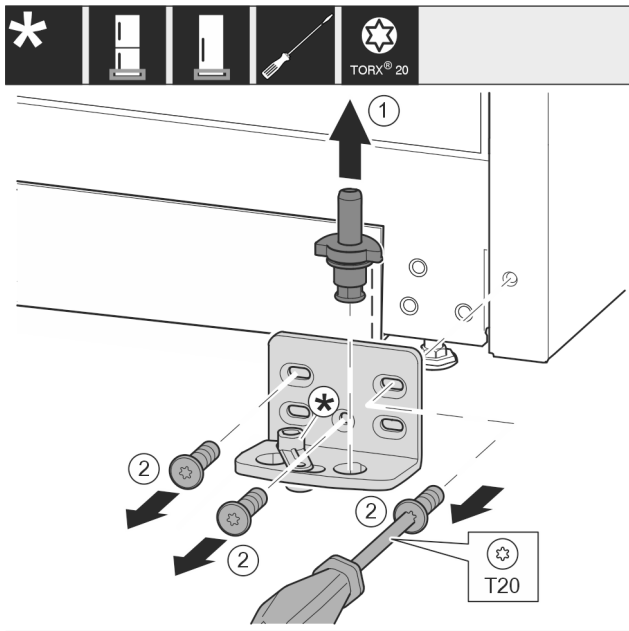

Fig. 13
- ▶ Sortir complètement l'axe de palier par le haut. Fig. 13 (1)
- ▶ Desserrer les vis avec le tournevis T20 et enlever le support de palier. Fig. 13 (2)